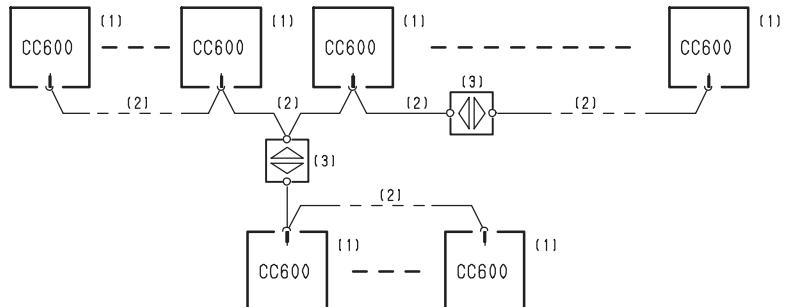

Рис. 1.2
- Возможности организации структуры сети (рис. 1.2)